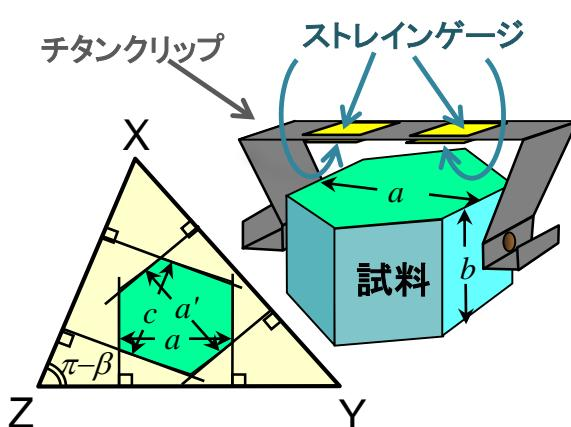

図1 クリップ型ストレインゲージ熱膨張計による
- 我々が開発したクリップ型ストレインゲージ熱膨張計では、单斜晶系の3結晶軸方向 $a$ ,  $b$ ,  $c$ と更に独立なもう一つの方向 $a'$ に垂直な面を持つ六角柱試料（図1）で全ての成分を測定できる。